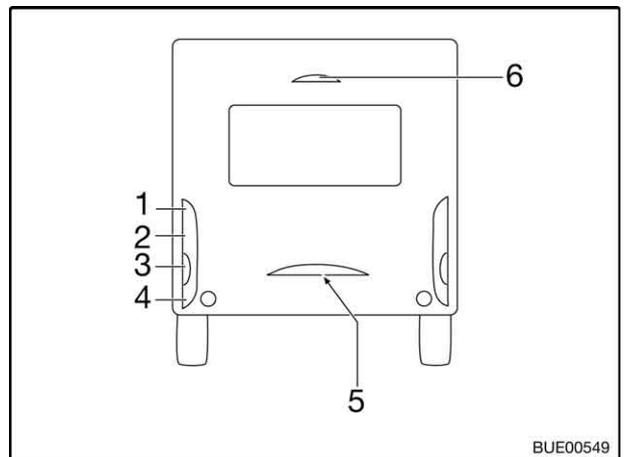

Bild 193 Beleuchtung Heck
- Gehäuseschrauben (Bild 193,1 bis 5) lösen.
- Die dritte Bremsleuchte (Bild 193,6) nur komplett austauschen.